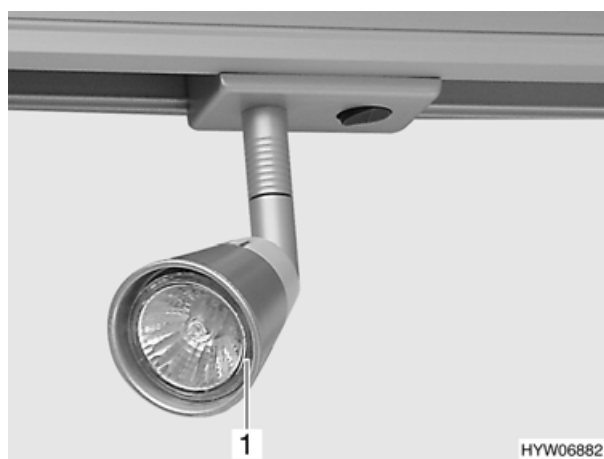

Fig. 67 Faretto
- Afferrare il bordo dello faretto (Fig. 67,1) e tirarlo in avanti.